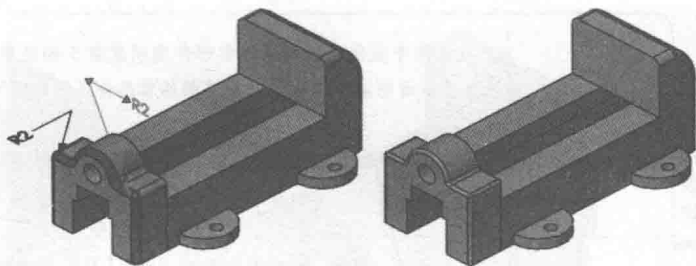

图 1-4 更改尺寸
**步骤2 更改尺寸** 双击每一个圆角特征，将每个值改为“2mm”，如图1-4所示，单击【重建模型】和【确定】。